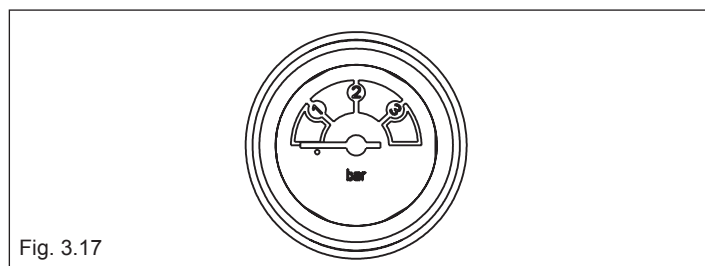

Fig. 3.17
- aprire di due o tre giri il tappo della valvola inferiore (A) di sfogo aria automatica, per permettere un continuo sfiato dell'aria e lasciarlo aperto
- aprire il rubinetto di riempimento (C) fino a che la pressione indicata sull'idrometro sia compresa tra 1 bar e 1,5 bar (fig. 3.17)